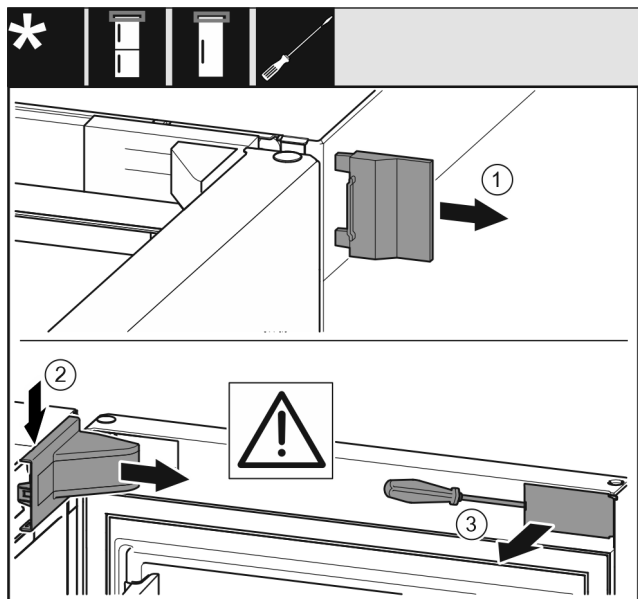

Fig. 12 *
- Vegye le a külső fedelet Fig. 12 (1).*
- Pattintsa ki és vegye le a csapágybak fedelét Fig. 12 (2).*
- Pattintsa ki a takarólemezt Fig. 12 (3) lapos csavarhúzóval, és fordítsa oldalra.*